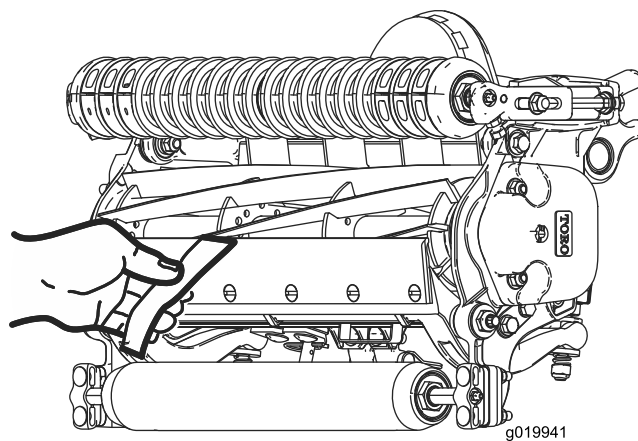

Figura 10
10. Pruebe el rendimiento de corte insertando una tira larga de papel de prueba del rendimiento de corte (Pieza Toro N° 125-5610) entre el molinete y la contracuchilla, perpendicular a la contracuchilla (Figura 10). Gire el molinete **lentamente** hacia adelante; debe cortar el papel.
El punto de sujeción de la cadena del brazo de elevación determina el ángulo de inclinación del rodillo trasero (Figura 10).
+ Indica que el soporte en U del brazo de elevación está colocado en el taladro inferior (Figura 10).